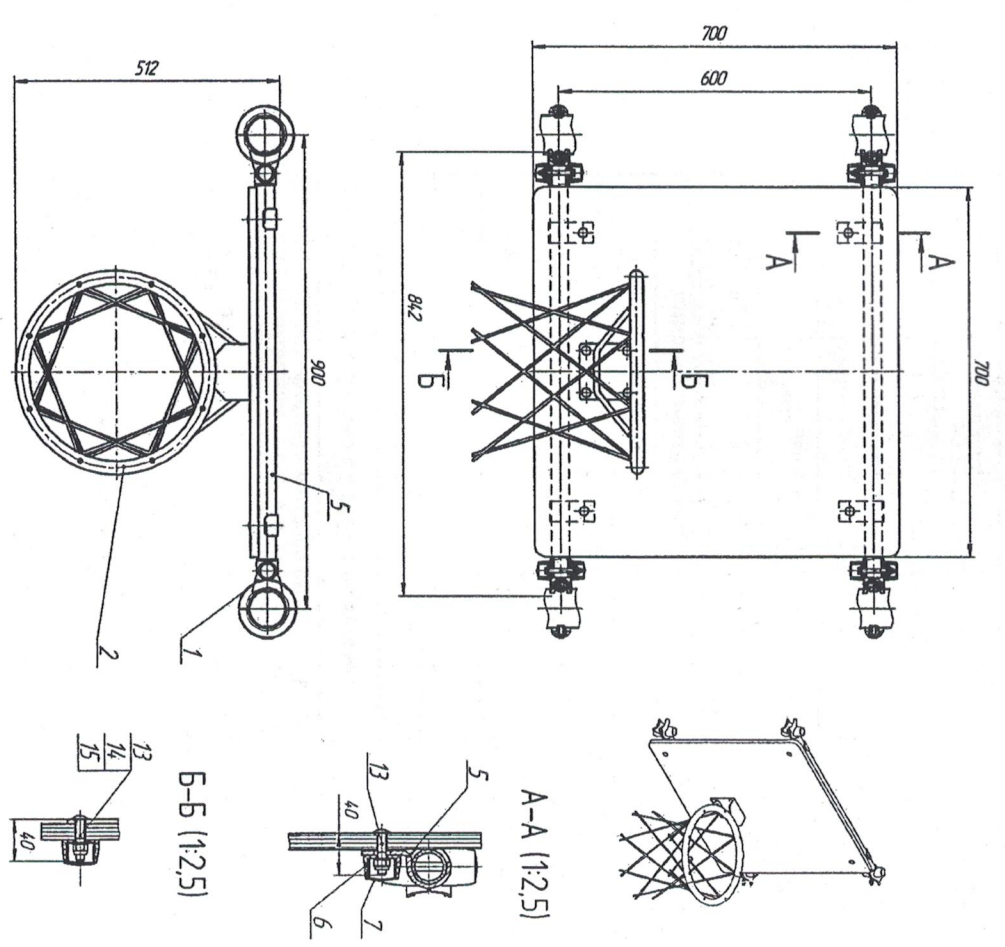

Рис.1
- 3.1. Присоединить кольцо к щиту баскетбольному по рис. 1.